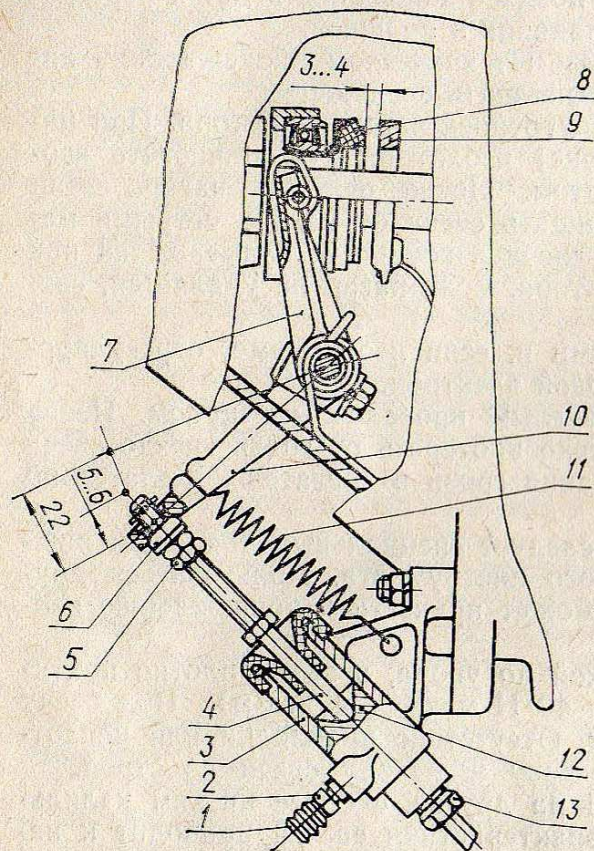

Рис. 20. Регулировка свободного хода педали сцепления:
1. Периодической проверки и, если требуется, регулировки свободного хода педали сцепления. При регулировке необходимо снять оттяжную пружину 11 (рис. 20) и, предварительно отодвинув рычаг 10 вилки вместе с толкателем 4 до упора последнего в поршень 12, переместить рычаг 10 влево до упора проставки выжимного подшипника 8 в пята 9 отжимных рычагов. Ход рычага 10 относительно регулировочной гайки 6 толкателя 4 должен быть в пределах 5—6 мм, что соответствует зазору между пятой и проставкой подшипника 3—4 мм. В случае, если ход рычага меньше чем нужно, придерживая ключом толкатель 4, следует отпустить контргайку 5 и, поворачивая регулировочную гайку 6 и проверяя ход рычага, установить его свободный ход в пределах 5—6 мм, а затем законтрить регулировочную гайку 6, надеть оттяжную пружину 11.